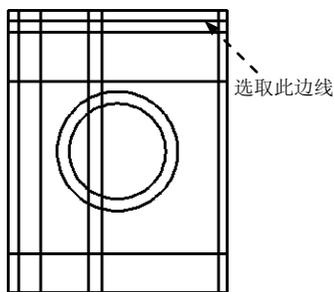
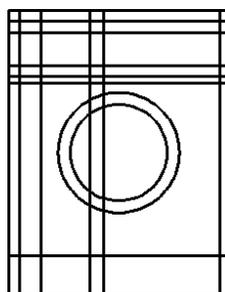

图 17.6.10 偏移直线 2
图 17.6.11 其余偏置
(3) 偏移直线 2。选择下拉菜单 **修改(M)** \rightarrow **偏移(O)** 命令，将图 17.6.10 所示的边线向下侧偏移，偏移距离值为 50，完成后如图 17.6.11 所示。
(4) 参照上一步依次选取新创建的偏移直线为参考，偏置距离依次为 150 与 50，完成后如图 17.6.11 所示。